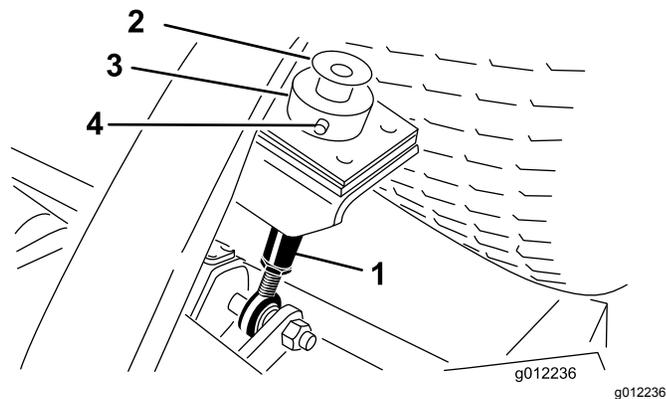

図 21
2. 各刈高ロッドの上部についているボルトとワッシャを外す(図 21)。
3. カッティングユニット後部で、刈高ロッドに刈高カラーを固定しているヘアピンとクレビスピンを外す(図 21)。刈高カラーを外す。